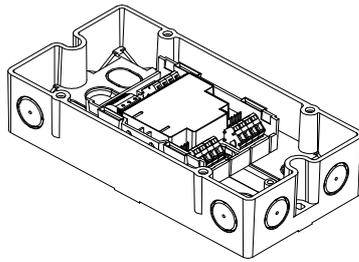

Рис.10
- вне шкафа или контрольной панели: с использованием защитного корпуса FDCH221 (Рис.10).
2. Закрепите модуль в нижнюю часть защитного корпуса двумя винтами (Рис.10).